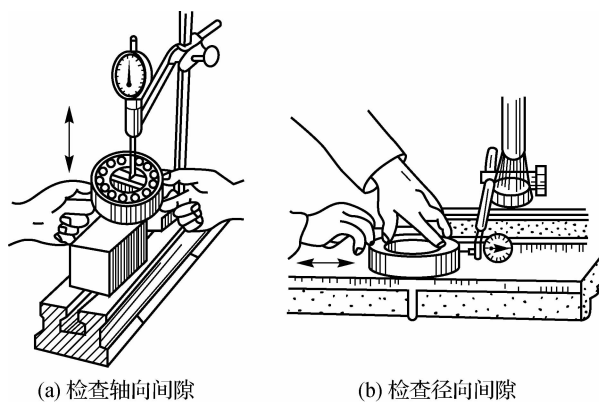

图 6-8 检查轴承
(6)若上述检查均正常,应将变速器拆下解体,检查轴承是否严重磨损、松旷,如图 6-8 所示。如轴承磨损严重、松旷,应予更换。